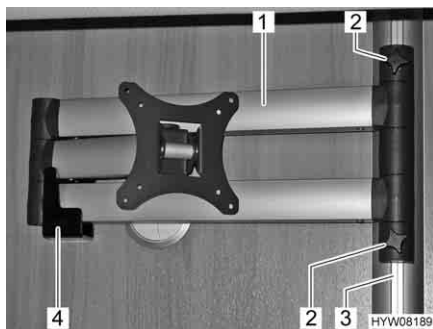

Fig. 59 Schermo piatto sul braccio snodato
- Svitare le viti a testa cilindrica zigrinata (Fig. 59,2).
- Spingere verso l'alto il braccio snodato (Fig. 59,1) nella guida (Fig. 59,3), finché esso non viene più sostenuto dal supporto (Fig. 59,4).
- Stringere di nuovo le viti a testa cilindrica zigrinata (Fig. 59,2).